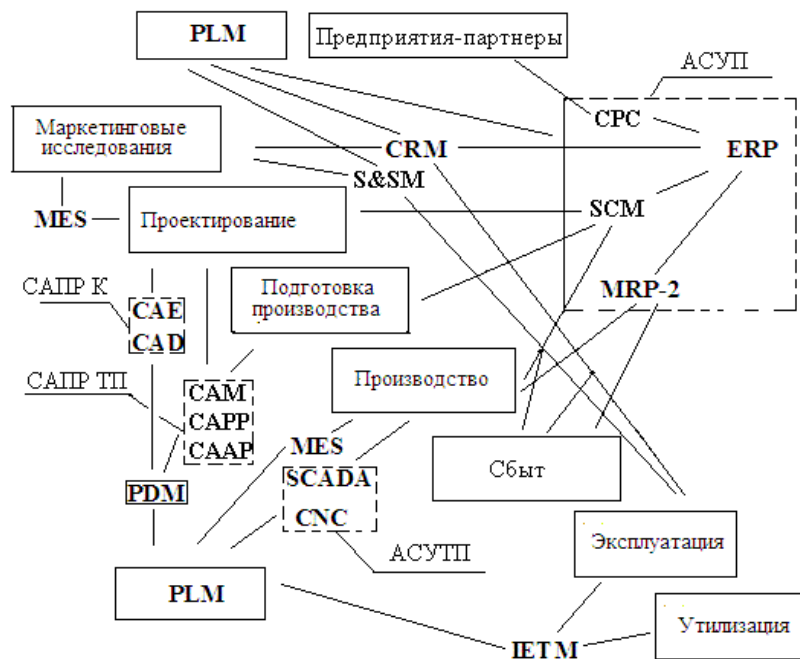

Рис. 1
**Вопрос 3.** Какое программное обеспечение осуществляет в «петле качества» *управление взаимоотношениями с заказчиками* (рис. 1)?